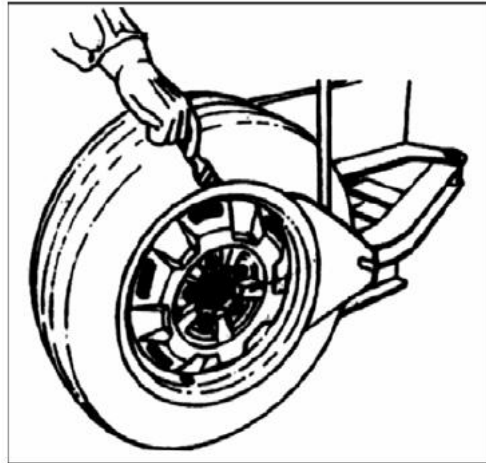

Рис. 19
4.1.2 Поместите шину между ножом для отрыва кромки шины и упором для монтажа и демонтажа шины (Рис. 19) и установите нож между бортом обода и шиной, нажмите на педаль управления устройством (Рис. 2-10) для отделения борта шины от обода. Повторите указанные выше операции для другой стороны шины, чтобы шина полностью отделилась от обода.